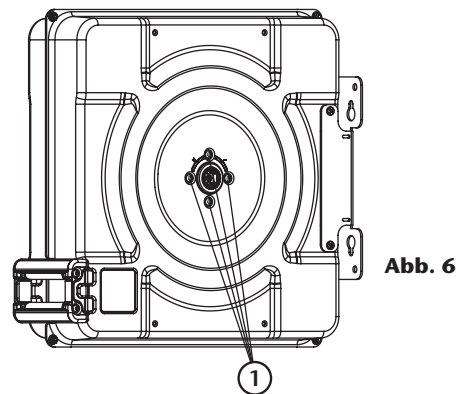

Abb. 6
- Entfernen Sie die Schrauben (1) (Abb. 6), die die Federbefestigung halten, so dass sie frei ist und die Feder nicht gespannt wird, selbst wenn die Trommel gedreht wird.